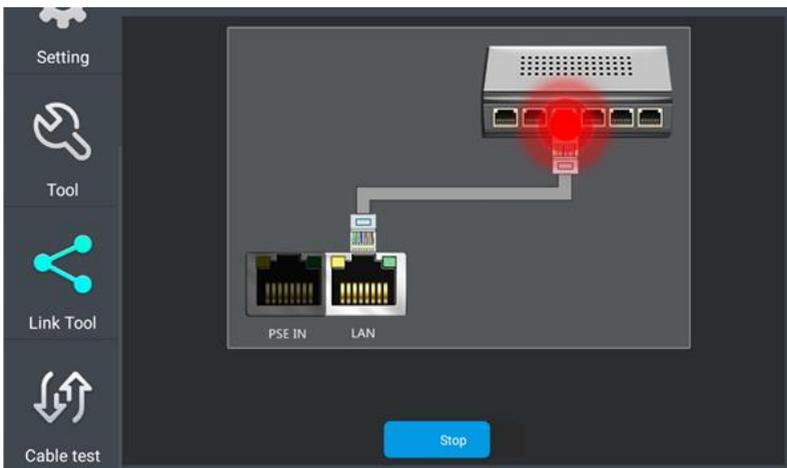

Рис. 116 Интерфейс приложения определения порта (Port Flashing)
**Определение порта (Port Flashing)**, рис.116